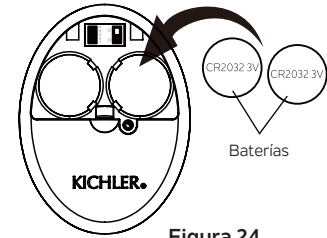

Figura 24
Paso 3. Para que el ventilador funcione, instale dos baterías CR2032 de 3 V (incluidas). (Figura 24)